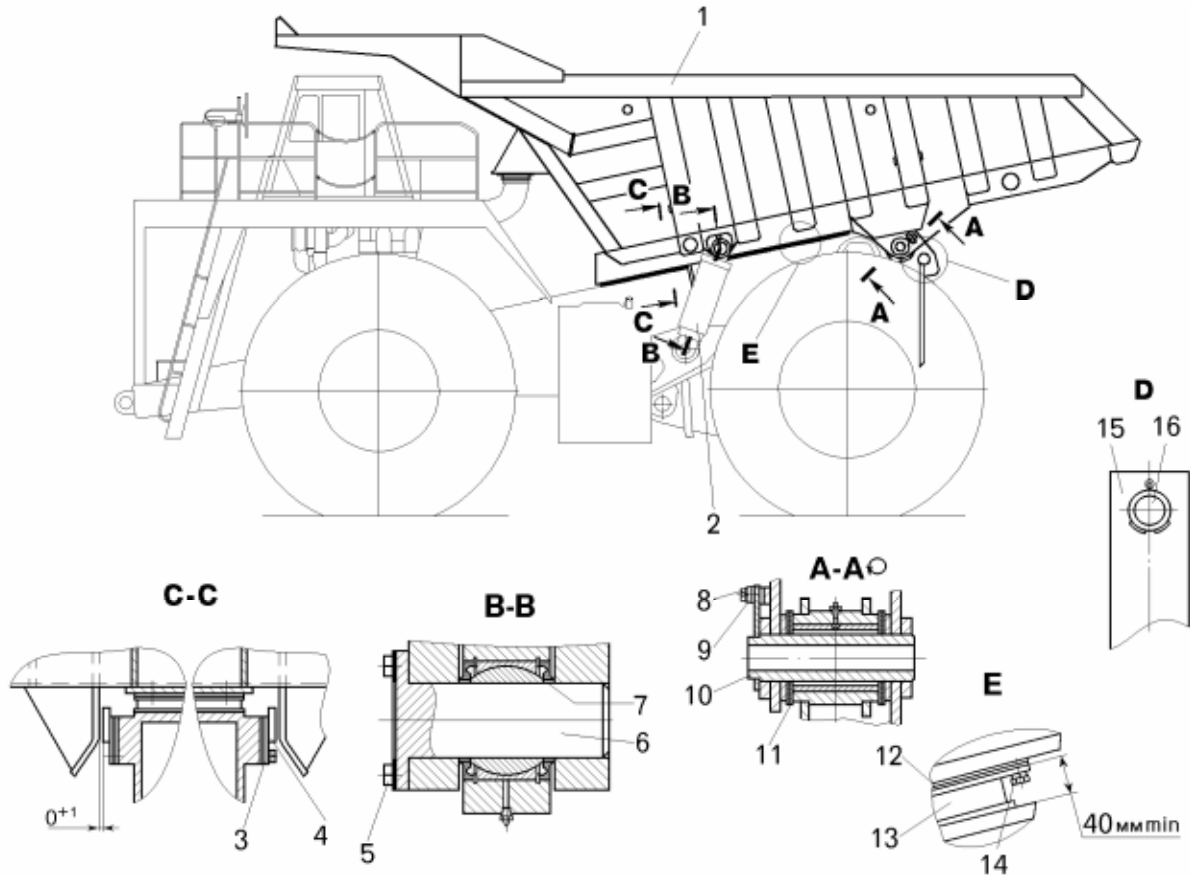

Рисунок 13.28 – Снятие–установка платформы:
- отсоединить цилиндры опрокидывающего механизма от платформы, для чего необходимо вывернуть болты 5 с защитными шайбами (рисунок 13.28), извлечь распорные втулки 7 и выбить пальцы 6. После отсоединения, цилиндры зафиксировать специальными хомутами, применяемыми при транспортировке самосвалов, с целью исключения повреждения цилиндров;
– перед установкой платформы на самосвал смазать пальцы 10 (смотри рисунок 13.28) смазкой Литол-24;